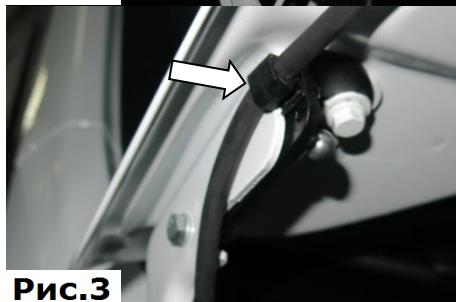

Рис.3
3. Хомут фиксации трубы стеклоомывателя закрепить в отверстие с внешней стороны кронштейна, (Рис.3).